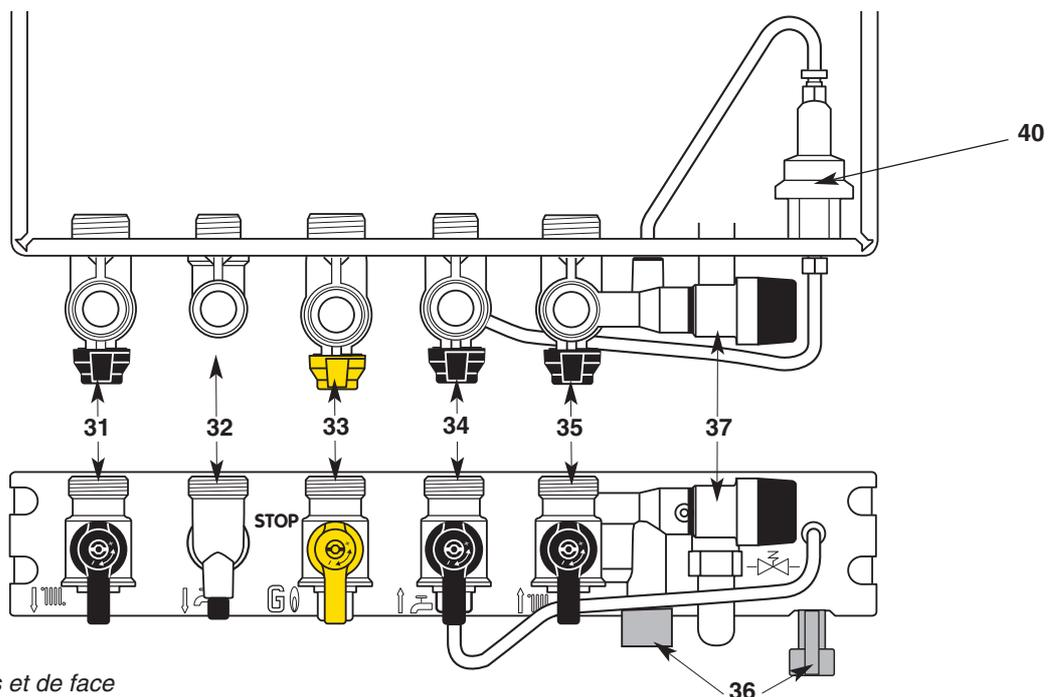

Fig. 22 - Vues de dessus et de face
Barrette robinetterie (fig. 22)
3. Ouvrez l'arrivée du gaz, robinet gaz **33** (fig. 22), sur la position  .
- Coupez l'arrivée du gaz en tournant le robinet **33** (fig. 22), sur la position STOP .
*Dans certains cas d'installation, il est possible qu'il se produise, après puisage d'eau chaude, un léger réchauffement de la canalisation (et éventuellement d'un radiateur). Pour l'éviter, il suffit de fermer le robinet départ chauffage **31** (fig. 22).*